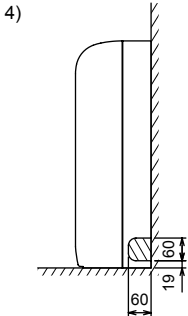

Fig. 3-10
4) Verrohrung rechts (Fig. 3-10)